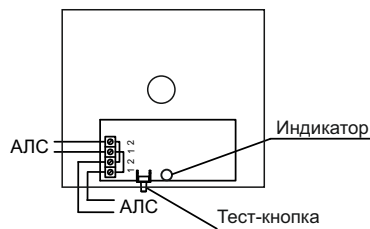

Рисунок 2
5.4 Внутри корпуса на основании установлена плата (Рисунок 2).
- 6.9 Подключить провода АЛС к клеммной колодке (Рисунок 2). УДП подключается к прибору при помощи двухпроводной АЛС с номинальным сечением проводов от 0,35 до 1,5 мм².